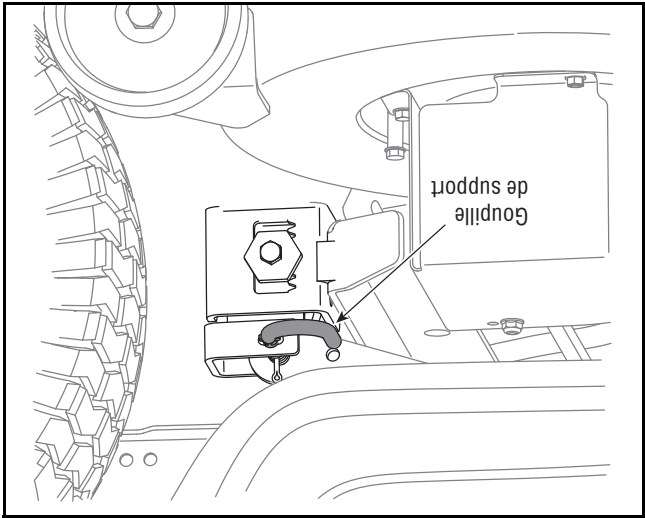

Figure 22
6. Dégagez la courroie duplateau de coupe de la poulie motorice du tracteur (B) et (C).
8. Sortez la goupille de support du plateau de coupe pour dégager le plateau de la tringle de relevage. Voir la Figure 22.